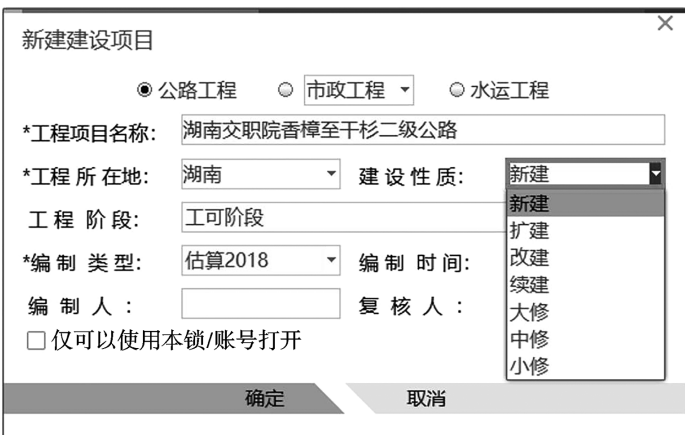

图 2-4 建设性质选项
④鼠标点击“建设性质”下拉框选择项目的建设性质，如图 2-4。